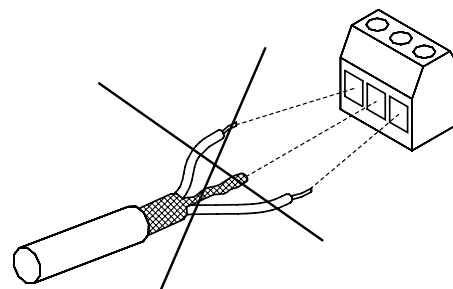

Рис. 44 Не скручивайте концы экрана
- Во избежание замыкания не скручивайте концы экрана. См. рис. 44. Используйте кабельные зажимы или резьбовые кабельные вводы.